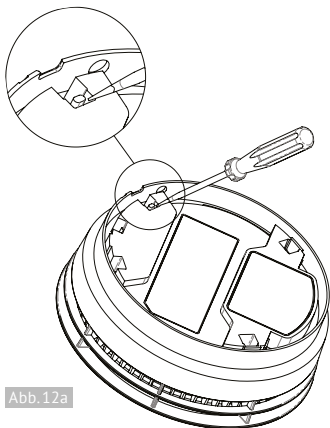

Abb. 12a
1. Brechen Sie den kleinen Steg am Sockel heraus, wie in Abbildung 12a dargestellt.